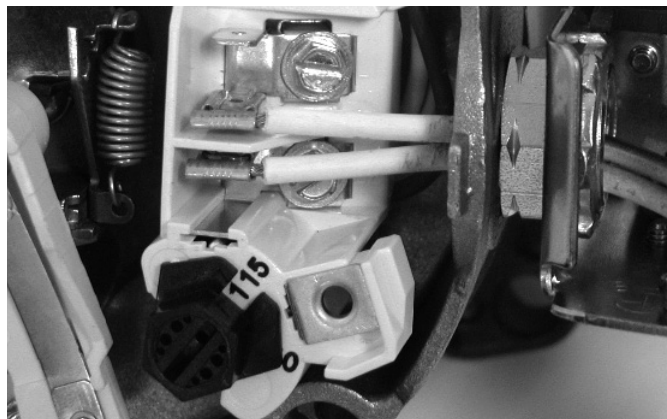

Figure 7 : Tension réglée à 115 volts sur sélecteur à cadran
2. Tourner le cadran dans le sens des aiguilles d'une montre jusqu'à ce que le nombre 115 soit visible dans la fente du cadran (figure 7).